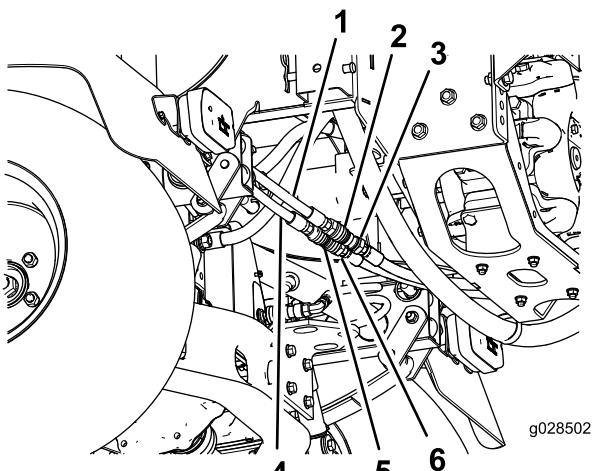

Рисунок 9
- Соедините розеточную часть быстроразъемного соединителя с вилочной частью гидравлического шланга от клапана подъема стрелы (Рисунок 9).
- Подсоедините гидравлические шланги к быстроразъемным соединителям, как показано на Рисунок 9.